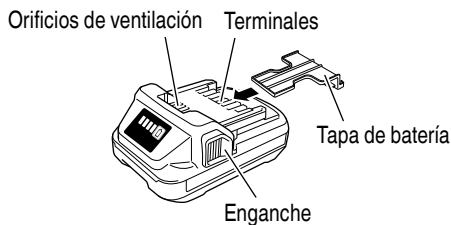

Fig. 4
- Instale el paquete de baterías en la herramienta eléctrica o almacénelo presionando la tapa de baterías hasta que se oculten los orificios de ventilación para evitar cortacircuitos. (Ver Fig. 4)